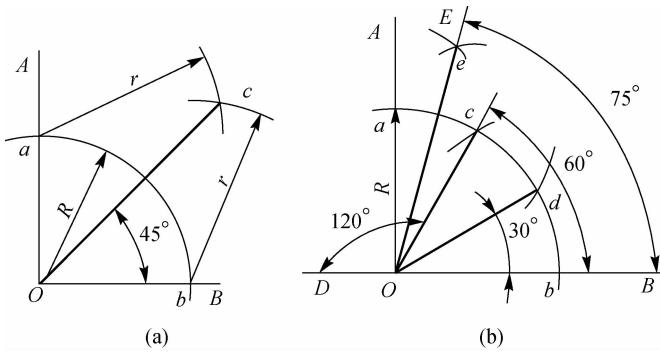

图 1-17 几何作图划角度线
(1)划 45° 线。先作直角线,后以直角的顶点 O 为圆心,以适当的半径 R 划圆弧,交两边于 a,b ,再以 a,b 为圆心,以 r (大于 ab 距离之半)为半径,各划圆弧交于 c 点,连接 Oc ,该直线为直角线的二等分线,得 45° ,如图 1-17(a)所示。
(2)划 $30^\circ, 60^\circ, 75^\circ, 120^\circ$ 线。先作直角线,后以直角的顶点 O 为圆心,以适当的半径 R 划圆弧,交两边于 a,b ;分别以 a,b 为圆心,以原 R 为半径划弧,与前所作弧相交于 d,c 点,连接 Oc,Od ,得 $30^\circ(\angle BOd)$ 、 $60^\circ(\angle BOc)$ 。平分 30° 角为 15° , $60^\circ+15^\circ$ 得 $75^\circ(\angle BOe)$ 。延长 BO ,则 $\angle DOc$ 为 120° 。如图 1-17(b)所示。